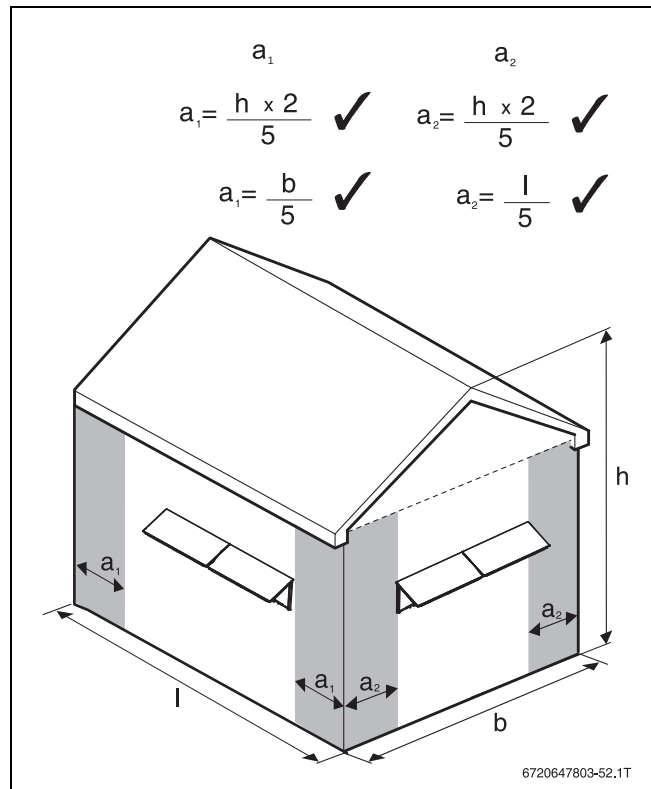

Bild 202 Einzuhaltende Abstandsmaße
- Abstand der Kollektorreihe vom Rand der Fassade gemäß Bild 202 ermitteln.